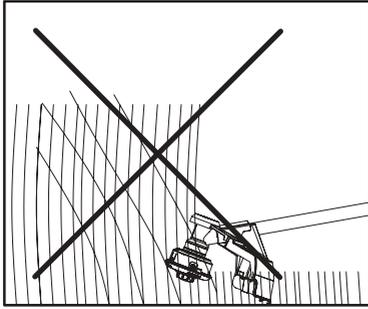
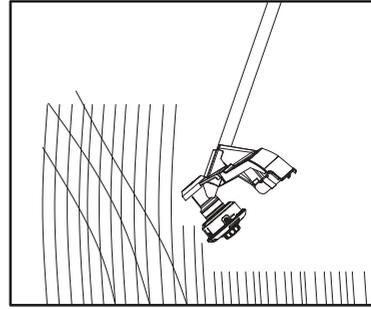

Fig. 35
Fig. 36
6. Asegúrese de que el dispositivo de corte no presenta partículas externas que puedan provocar un atasco. Compruebe esto cada cierto tiempo. Suelte el interruptor de encendido/apagado (10) y desconecte el producto de la batería antes de realizar cualquier comprobación.
7. Recorte la hierba más larga por fases; no la corte de una sola pasada (Fig. 35). Para obtener los mejores resultados, corte la hierba más larga por pasos (Fig. 36).